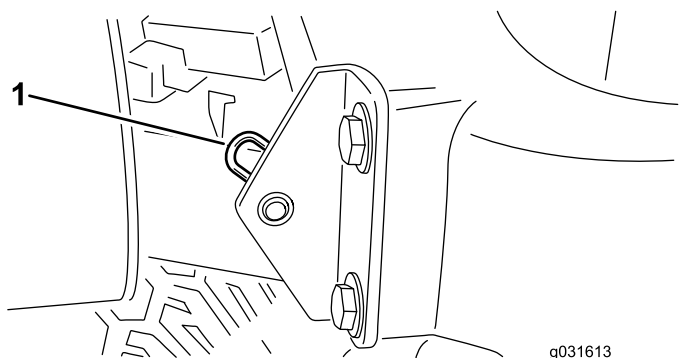

Figure 55
2. Retirez la goupille fendue qui fixe le pivot de capot aux supports (Figure 55).